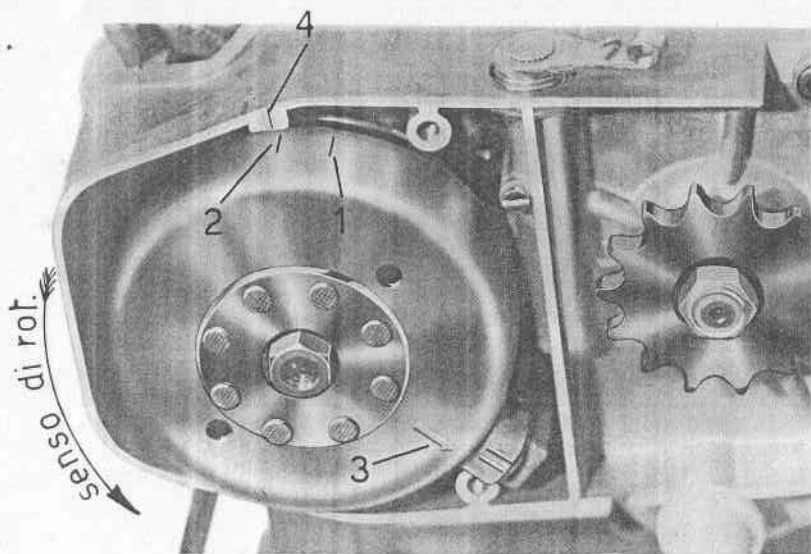

Fig. 3a - Regolazione fase accensione
**Regolazione fase accensione** (fig. 3a). Sistemare la parte fissa del volano, in modo che quando il punto 2 sul volano coincide al punto 4 sul carter, anche la freccia 3 sul volano capiti in mezzo alle due righe sul captatore.